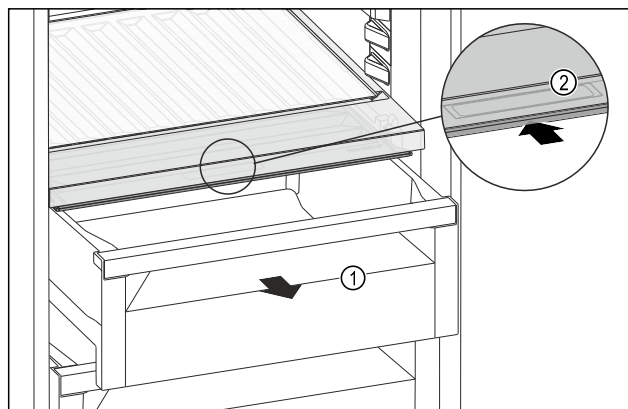

Fig. 159
- ▶ Zásuvku Fig. 159 (1) vytáhněte.
- ▶ Uchopte prohlubeň pro rukojeť Fig. 159 (2) na víku zásuvky a současně zasuňte víko zásuvky směrem dozadu.